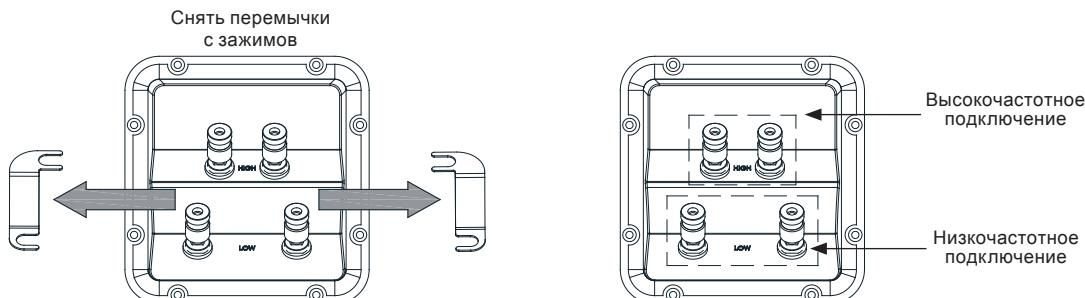

Рис. 9
3. Подключите пару с меткой «HF» к выходу «HF» колонки, а пару с меткой «LF» — к выходу «LF» (рис. 9).
4. Перед установкой колонки, которая будет подключена по двухпроводной схеме или с двойным усилением, снимите две позолоченные перемычки на манжете клеммы, ослабив винты клеммы. Сохраните перемычки в надежном месте для будущего использования. Убедитесь, что вы хорошо затянули клеммы на проводах низких и высоких частот (Рис. 9).